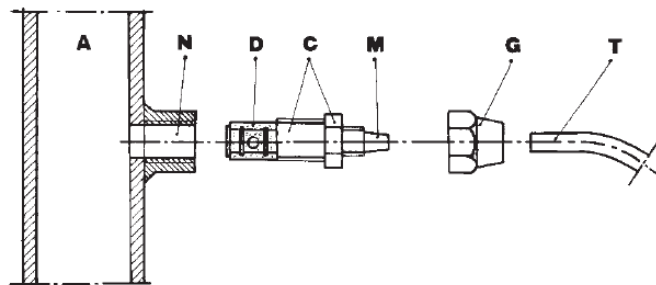

Bild 8: Anschluss des Impfventils
- f- Wählen sie einen passenden Einspritzpunkt am vorhandenen Rohrsystem. Das Impfventil muss in einen Anschlussstutzen mit einem 3/8 Zoll Rohrrinnengewinde (ähnlich BSPm) eingeschraubt werden. Dieser Stutzen ist nicht im Lieferumfang enthalten. Schraube sie das Impfventil in den Anschlussstutzen und verwenden sie dabei eine geeignete Dichtung **Bild 8**. Danach verbinden sie den Schlauch mit dem Impfventil und sichern diesen mit der Überwurfmutter. Das Impfventil ist gleichzeitig auch ein Rückschlagventil, welches über eine Zylinderhülse aus einem Elastomer (standardmäßig Viton) abdichtet.